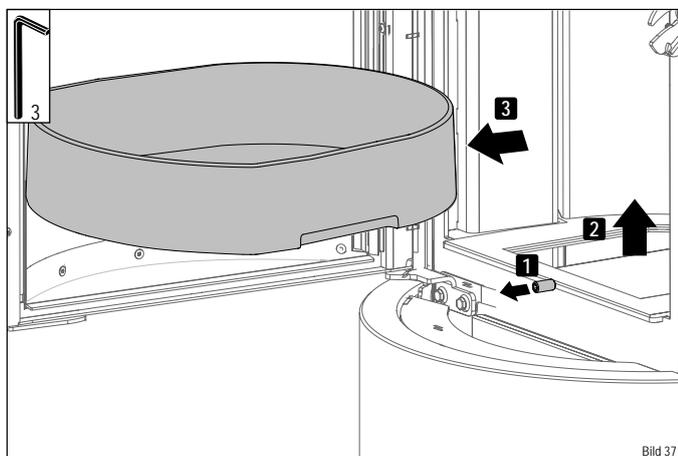

Bild 37
- ▶ Entnehmen Sie den Feuerrost aus dem Feuerraum (Bild 37).